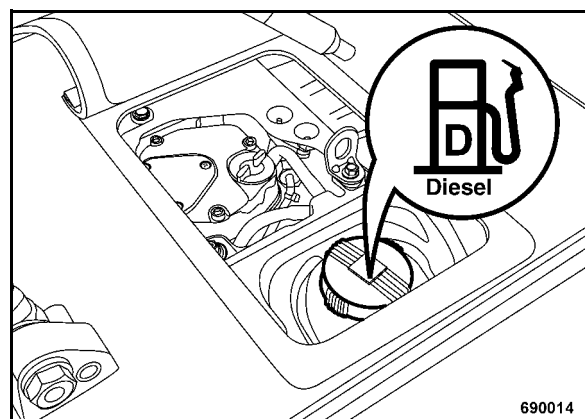

рис. 37
- Если необходимо, долить топливо через воронку с сеткой (рис. 37).